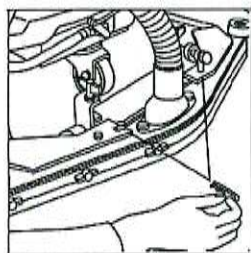

Рис.4
1. Вставьте два штыря водосборной насадки в отверстия на держателе и зафиксируйте с помощью шпильков (рис.4).